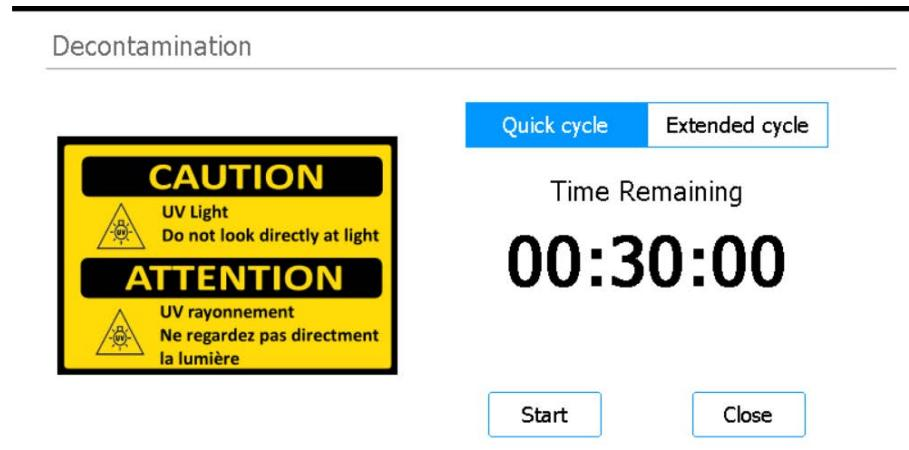

図 5 Quick cycle が選択されている Decontamination 画面
- 図 5 のように、画面の上部で **Quick cycle** を選択します。